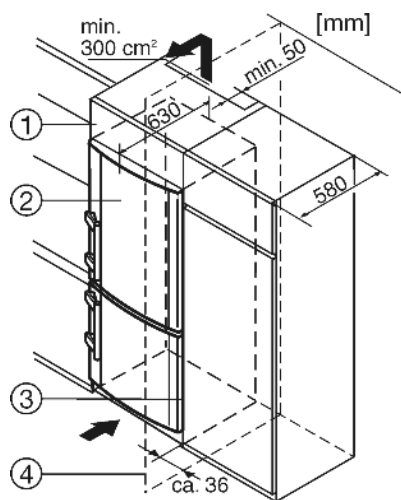

Fig. 12
- (1) Nástavná skříňka
- (2) Přístroj
- (3) Kuchyňská skříň
- (4) Stěna
Zařízení lze zabudovat do vybavení kuchyně. K vyrovnání přístroje *Fig. 12 (2)* na výšku kuchyňské linky lze na přístroj nasadit odpovídající nástavec *Fig. 12 (1)*.
Při montáži do normalizovaných kuchyňských skříní (hloubka max. 580 mm) lze přístroj instalovat hned vedle kuchyňské skříně *Fig. 12 (3)*. Dvířka přístroje přesahují přední stěnu kuchyňské skříně po stranách o 34 mm a uprostřed o 50 mm. To umožňuje jejich volné otevírání a zavírání.
Když se přístroj instaluje závěsy vedle stěny *Fig. 12 (4)*, musí být vzdálenost přístroje od stěny alespoň 36 mm. To odpovídá přesahu madla při otevřených dveřích.